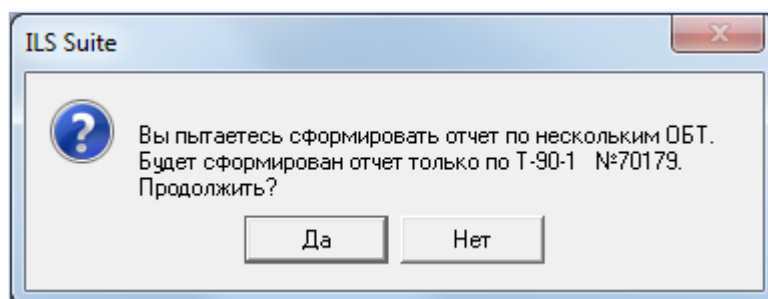

Рис. 20-51 – Диалоговое окно
5) В случае если было выбрано несколько экземпляров ФИ, отображается диалоговое окно с информацией, что отчет будет сформирован по последнему выбранному экземпляру ФИ (рис. 20-51). Нажать кнопку «Да» для формирования отчета по указанному экземпляру ФИ, «Нет» – для отмены всех действий.